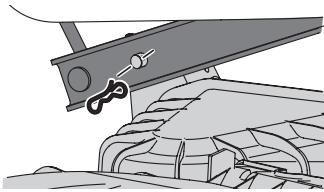

Figura 41
11. Mirando hacia la plataforma desde el lado izquierdo del tractor, ubique el pasador de chaveta en el lado posterior izquierdo de la plataforma (Figura 41).
12. Retire el pasador y saque el pasador de la plataforma del brazo de elevación de la misma (Figura 41).